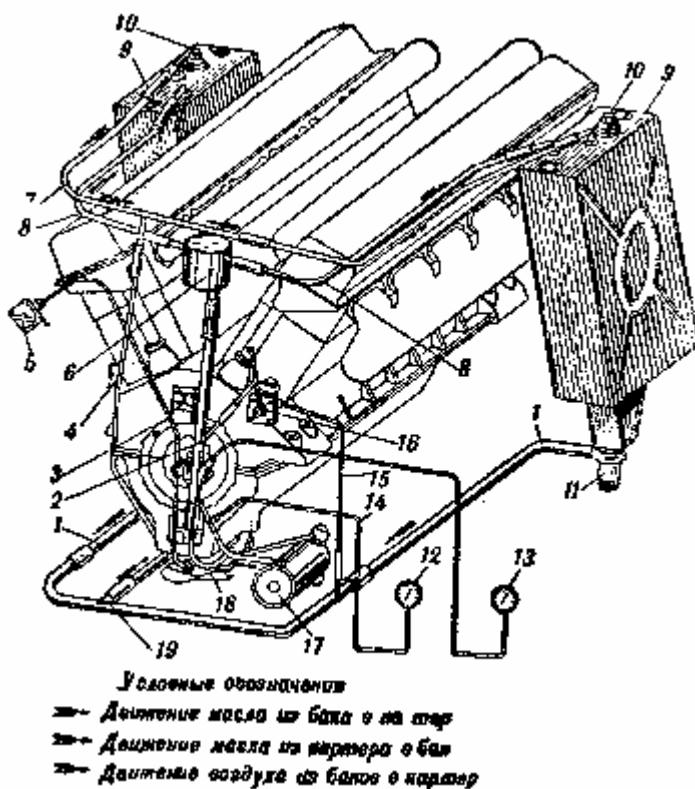

Рис. 69. Схема смазки двигателя:
Составными частями масляной системы (рис. 69) являются: масляные баки, масляный насос, масляный фильтр, ручной маслоподкачивающий насос, масляные трубопроводы и контрольные приборы — манометр и аэротермометр.
Масляные баки 9 (см. рис. 69) устанавливаются в моторном отделении с обеих сторон двигателя, у бортов
К трубке, идущей от масляного фильтра 17 (см. рис. 69) в крышке центрального подвода, присоединён приёмник масляного манометра, который соединён с масляным манометром капиллярной трубкой 14, заполненной незамерзающей жидкостью. Масляный манометр показывает давление масла, поступающего в коленчатый вал двигателя. К трубке 2, идущей от масляного насоса 18 к уравнительному бачку 6, присоединён штуцером приёмник дистанционного аэротермометра 13, измеряющего температуру выходящего из двигателя масла. Масляный манометр и аэротермометр монтируют на щитке контрольных приборов перед водителем танка.
Обе пары откачивающих шестерён подают выходящее из двигателя МАСЛО сначала вверх по трубке в уравнительный бачок (см. рис. 69), а затем далее по трубкам в масляные баки. Уравнительный бачок служит для равномерного распределения масла между обоими баками.
- 1) вывернуть из днища корпуса под масляным баком заглушки, а из бака сливную пробку 11 (см. рис. 69) с фильтром;